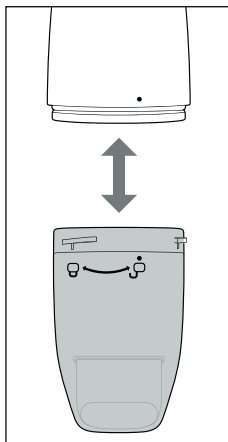

Fig. 7
2. Retire o depósito de resíduos **3** do aparelho, de forma a ficar virado para baixo (ver fig. 7).